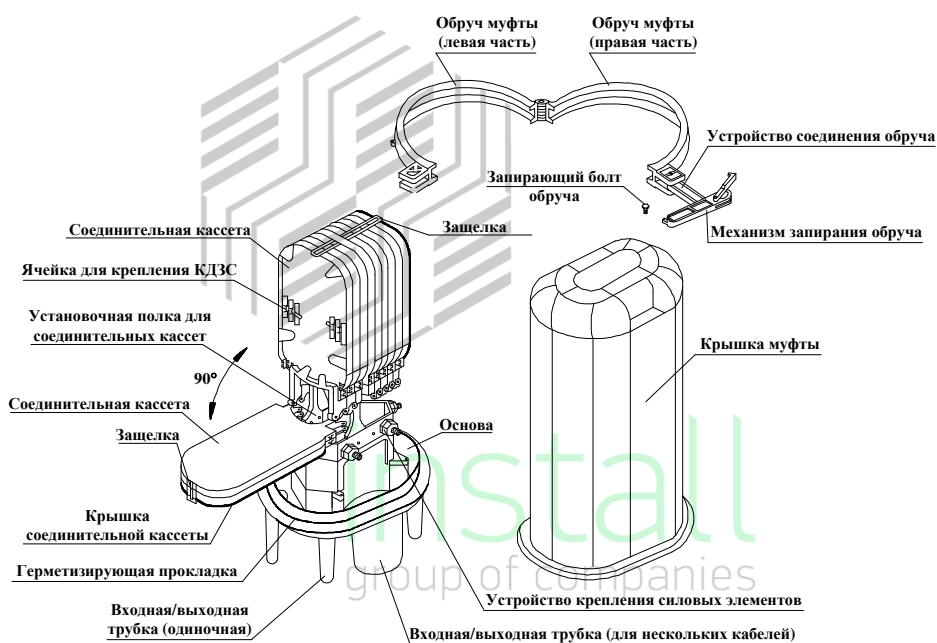

Рисунок 1
- ① Снимите болт, скрепляющий обруч и отожмите систему запирания, после чего снимите обруч с муфты.
- ② Снимите крышку муфты.
- ③ Снимите сплайс-пластины муфты.
- ④ Для жесткого крепления муфты применяется держатель. Фиксируем основание муфты в этом держателе и открываем овальный кабельный ввод, срезав с помощью ножовки наконечник ввода. Обработайте внутренний край открытого ввода наждачной полоской.
6.1.4 Смотрите рисунок 1.